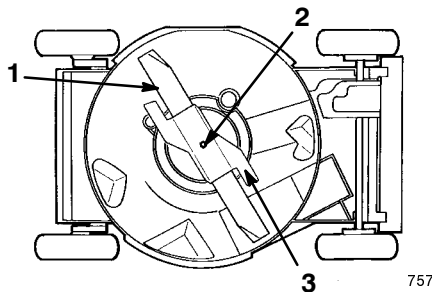

Bild 18
4. Kippen Sie den Rasenmäher auf seine **linke** Seite (Luftfilter hoch) (Bild 18).